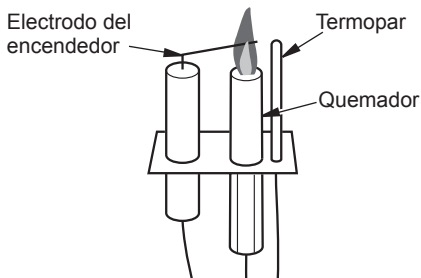

Figura 4. Piloto
7. Inspeccione y limpie el piloto (montado en el soporte) utilizando una aspiradora o aplicando aire a presión a través de los orificios para aire en el piloto (consulte la figura 4).